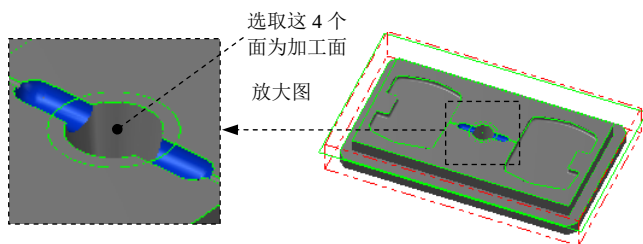
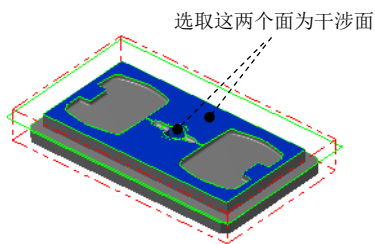

图 20.53 选取加工面
图 20.54 选取干涉面
(1) 在图形区中选取图 20.53 所示的 4 个曲面，按 Enter 键，在弹出的“刀具路径的曲面选取”对话框的 **检测** 区域中单击 按钮，选取图 20.54 所示的两个曲面，按 Enter 键。